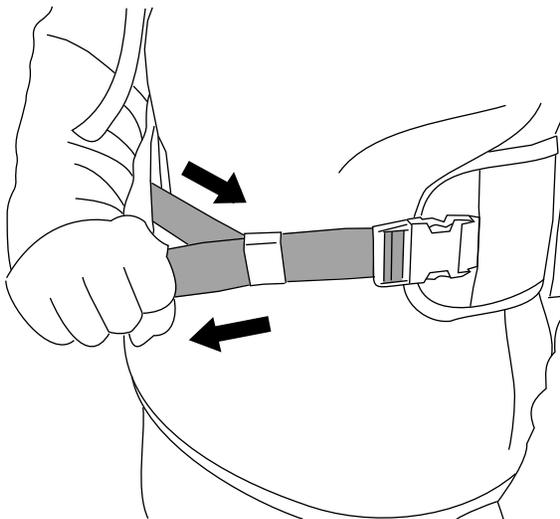

**Bild 11**
4. Ziehen Sie die Einstellvorrichtung für die Schultergurte nach unten, bis die Gurte straff sitzen (**Bild 11**).